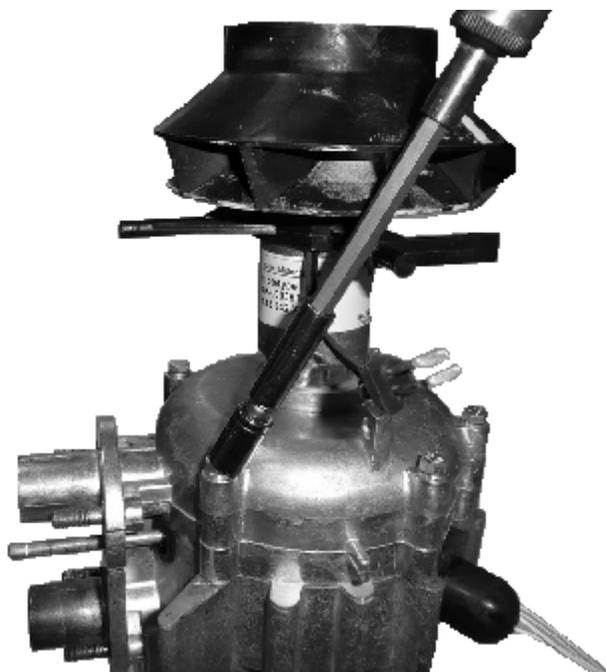

Рисунок 15. Демонтаж нагнетателя воздуха
- отвернуть ключом «на 10» 5 (пять) болтов крепления нагнетателя воздуха к теплообменнику (см. рис. 15).
- отвернуть ключом «на 10» 5 (пять) болтов крепления нагнетателя воздуха к теплообменнику (см. рис. 15) и снять нагнетатель воздуха;
- отвернуть ключом «на 10» 5 (пять) болтов крепления нагнетателя воздуха к теплообменнику (см. рис. 15) и снять нагнетатель воздуха.